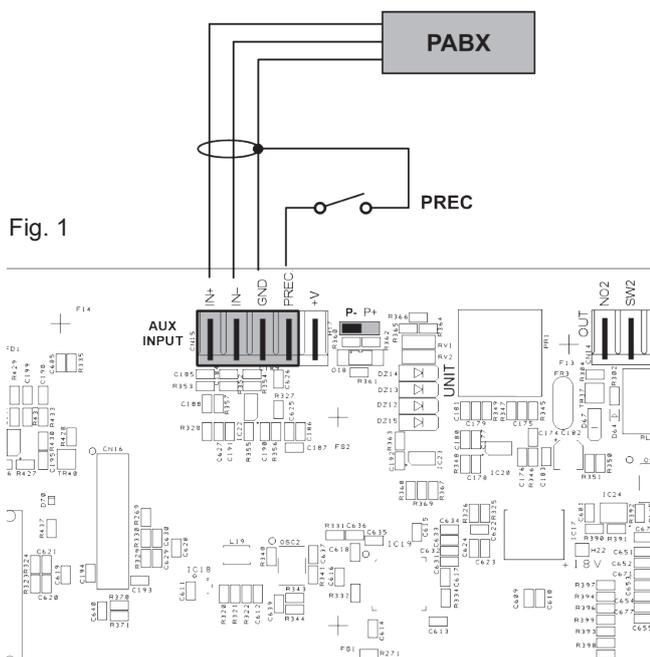

Fig. 1
I morsetti **AUX INPUT** (7) sono disponibili per la connessione di sorgenti ausiliarie (ad es. un centralino telefonico o una base per annunci con contatto di precedenza). Nel primo caso, è necessario inserire un jumper in posizione "P-" sul connettore a lato della morsettieria (vedi Fig. 1); nel secondo caso, invece, utilizzando una postazione preamplificata, il collegamento tra la presa della base e i morsetti AUX INPUT dovrà essere effettuato secondo quanto riportato nella tabella ed il jumper dovrà essere posizionato su "P+" (Fig. 2).